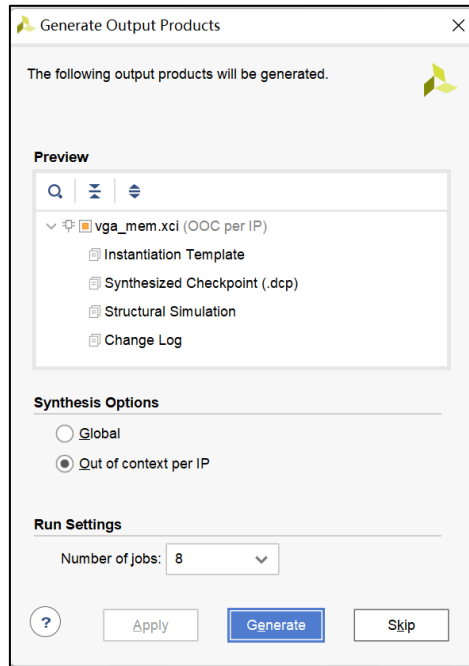

图 6.10 生成块存储器 IP 核的接口信息文件
5、点击 Generate 按钮，生成块存储器 IP 核的接口文件 vga_mem.xci，如图 6.10 所示。